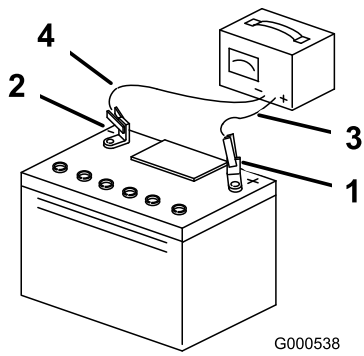

Figura 56
- Cuando la batería esté completamente cargada, desconecte el cargador de la toma de electricidad, luego desconecte los cables del cargador de los bornes de la batería (Figura 56).